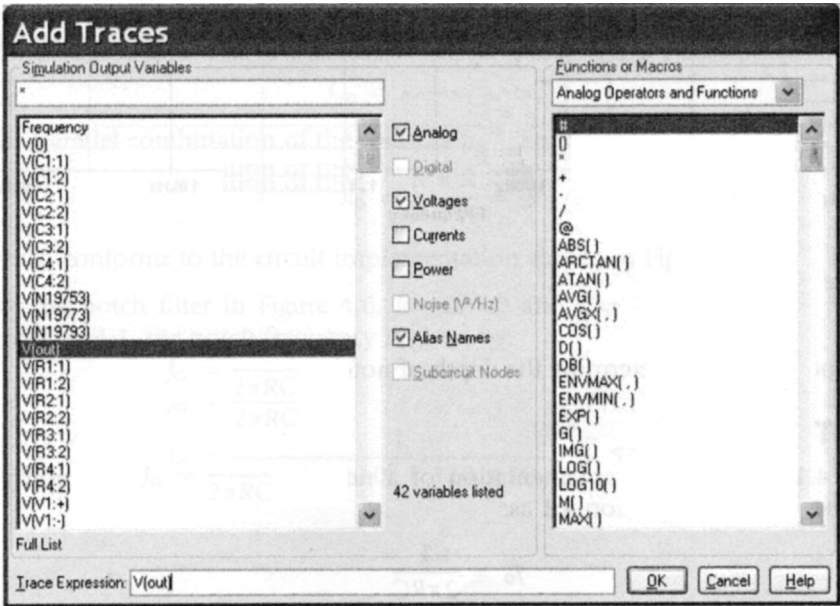

图 4.11 添加曲线对话框，包括输出变量列表、数据类型选择和各种函数
7. 选择菜单 **Trace > Add Trace** 或者点击图标 将会出现如图 4.11 所示的 **Add Traces** 添加曲线对话框。